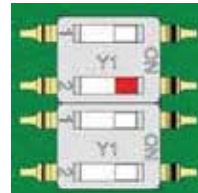

Abb. 5: 2-Drahtbetrieb
- ☒ Schieben Sie den DIP-Schalter 2 oben in die Position ON (Abb. 5).